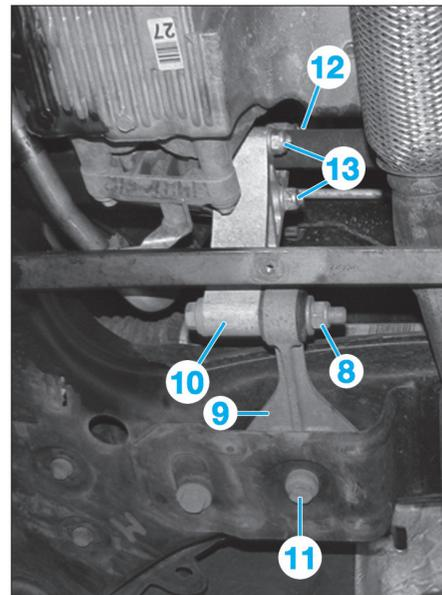
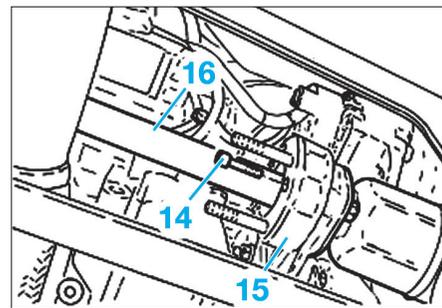

Fig. 5
Fig. 6
- l'écrou de fixation (8) de la biellette anticouple (9) sur son support (10) (**Fig.5**),
- la vis de fixation (11),
- la vis (12) et les écrous (13),
- le support (10) de la biellette anticouple (9).
- Déposer les vis de fixation (14) du palier intermédiaire (15) (**Fig.6**).
- Extraire la transmission (16).